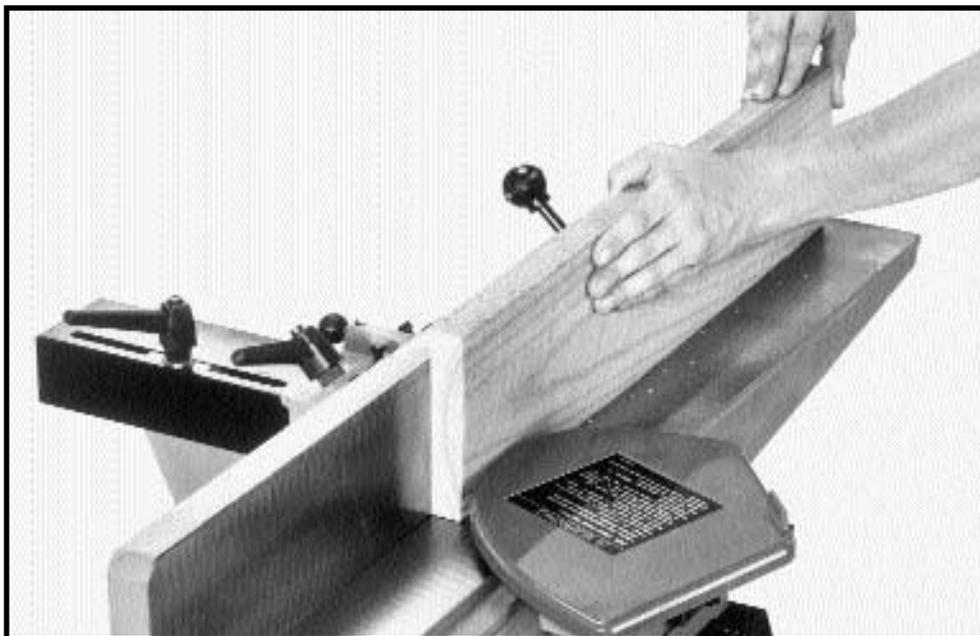

Fig. 2
**Funciones de machimbrado** - Los cortes de machimbrado o el machimbrado de bordes constituyen la función más sencilla y común que puede realizarse con la machimbradora. Estos cortes se llevan a cabo para cuadrar el borde de un material determinado. La guía se encuentra cuadrada con la mesa y la profundidad de corte es de aproximadamente 1/8 de pulgada. El material es orientado sobre la machimbradora con el borde angosto del material sobre la mesa de alimentación y la superficie plana principal del material contra la guía, como lo muestra la Fig. 2. La mano sobre la mesa de avance de salida oprime el material hacia abajo para que la superficie recién formada haga contacto perfecto con la mesa. La mano sobre la mesa de alimentación (comúnmente la mano derecha) no ejerce presión hacia abajo— sencillamente encamina el material hacia el cabezal de corte. Ambas manos ejercen presión para mantener el material en contacto con la guía.